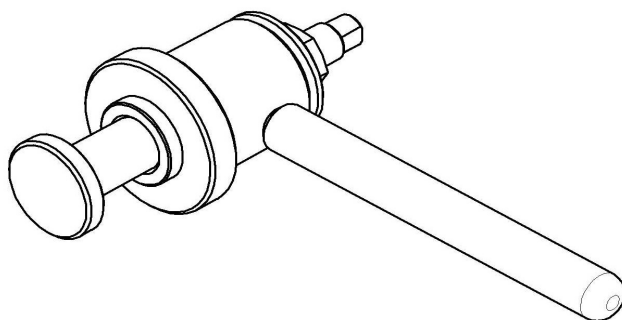

Рис. 11. Приспособление для запрессовки манжет(11000001333).
- используя приспособление для запрессовки манжет (рис. 11) установить манжету 1;